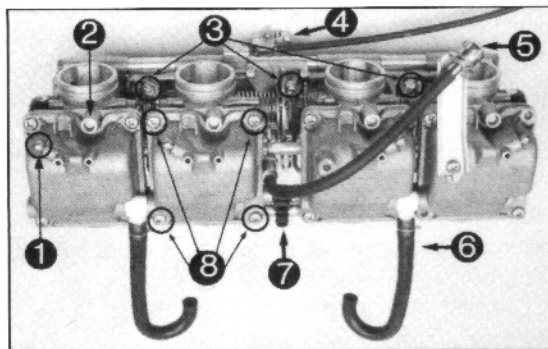

Bild 71
- Schwimmerachse von Hand herausziehen und Schwimmer samt Nadelventil abnehmen, siehe Bild 71. Ventilsitz mit O-Ring entnehmen.
- Hauptdüse (Bild 71, Nr. 5), Kaltstartdüse (Bild 71, Nr. 2) und Leerlaufdüse (Bild 71, Nr. 3) ausdrehen.
- Düsenhalter abnehmen (Sechskant SW 6 ausdrehen), siehe Bild 71, Nr. 7.